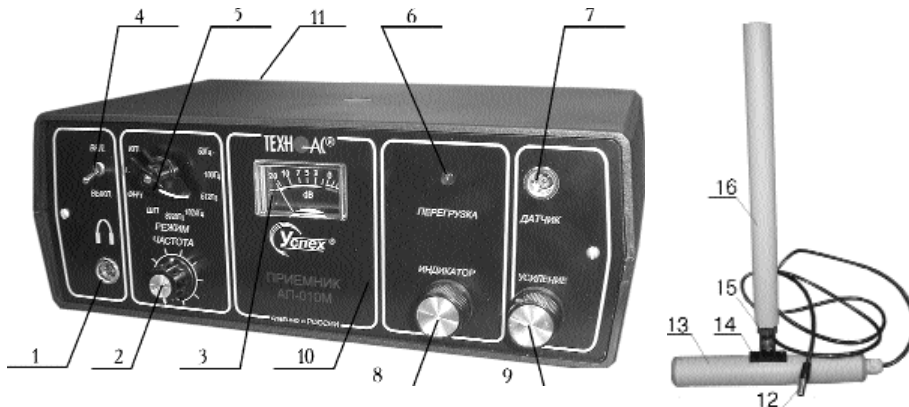

Рис. 2. Основные части прибора и органы управления
Составные части прибора и органы управления приведены на рис.2.
Через разъем поз. 1 рис.2 к прибору подключаются головные телефоны. Следует отметить, что в разьеме головных телефонов впаина перемычка, через которую в прибор поступает напряжение питания. Без подключения головных телефонов приемник будет обесточен.
Через разъем для подключения датчиков поз.7 рис.2 осуществляется подключение к приемнику датчиков (акустического, электромагнитного, контроля качества изоляции, клещей индукционных).
Включение прибора осуществляется тумблером выключателя питания поз.4 рис.2. Выбор режима работы осуществляется переключателем режима работы поз.5 рис.2.
Переключателем выбора частоты среза поз.2 рис.2 выбирается частота среза фильтров в режимах "ФНЧ", "ПФ" трассоискателя в десяти частотных диапазонах.
По стрелочному индикатору поз.3 рис.2 оператор контролирует максимальное показание сигнала, подаваемое на головные телефоны. Особенно полезен стрелочный индикатор в режиме трассоискателя, так как по стрелочному индикатору более точно определяется месторасположение трассы, чем по звуковому сигналу в головных телефонах оператора.
Ручки регулировки усиления поз.9 рис.2 и усиления индикатора поз.8 рис.2 предназначены для регулировки усиления приемника, для вывода информации в удобном виде как на головные телефоны, так и на стрелочный индикатор.
Для исключения влияния импульсных сигналов (помех) на приемник в приборе предусмотрен индикатор пиковой перегрузки приемника поз.6 рис.2. Прибор будет работать с искажением, если индикатор поз.6 рис.2 будет находиться в светящемся состоянии.
-для поиска трубопроводов, находящихся под катодной защитой используется режим "100 Гц". Переводя переключатель поз.5 рис.2 в положение "100 Гц" необходимо снова обследовать местность.